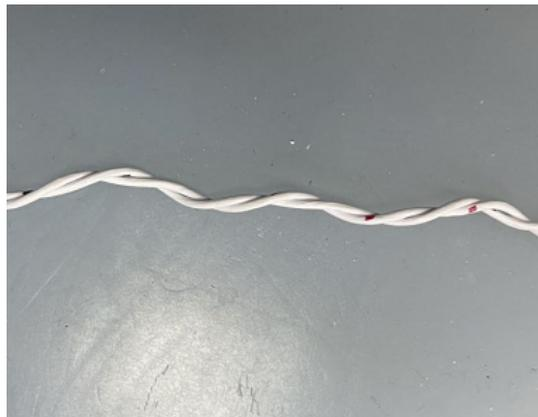

图 1-8：旋转通讯电缆
7. 将通讯电缆扭转 1.5-2 个整圈，之后连接起来（可降低系统中的电气噪声），如图 1-8 所示。